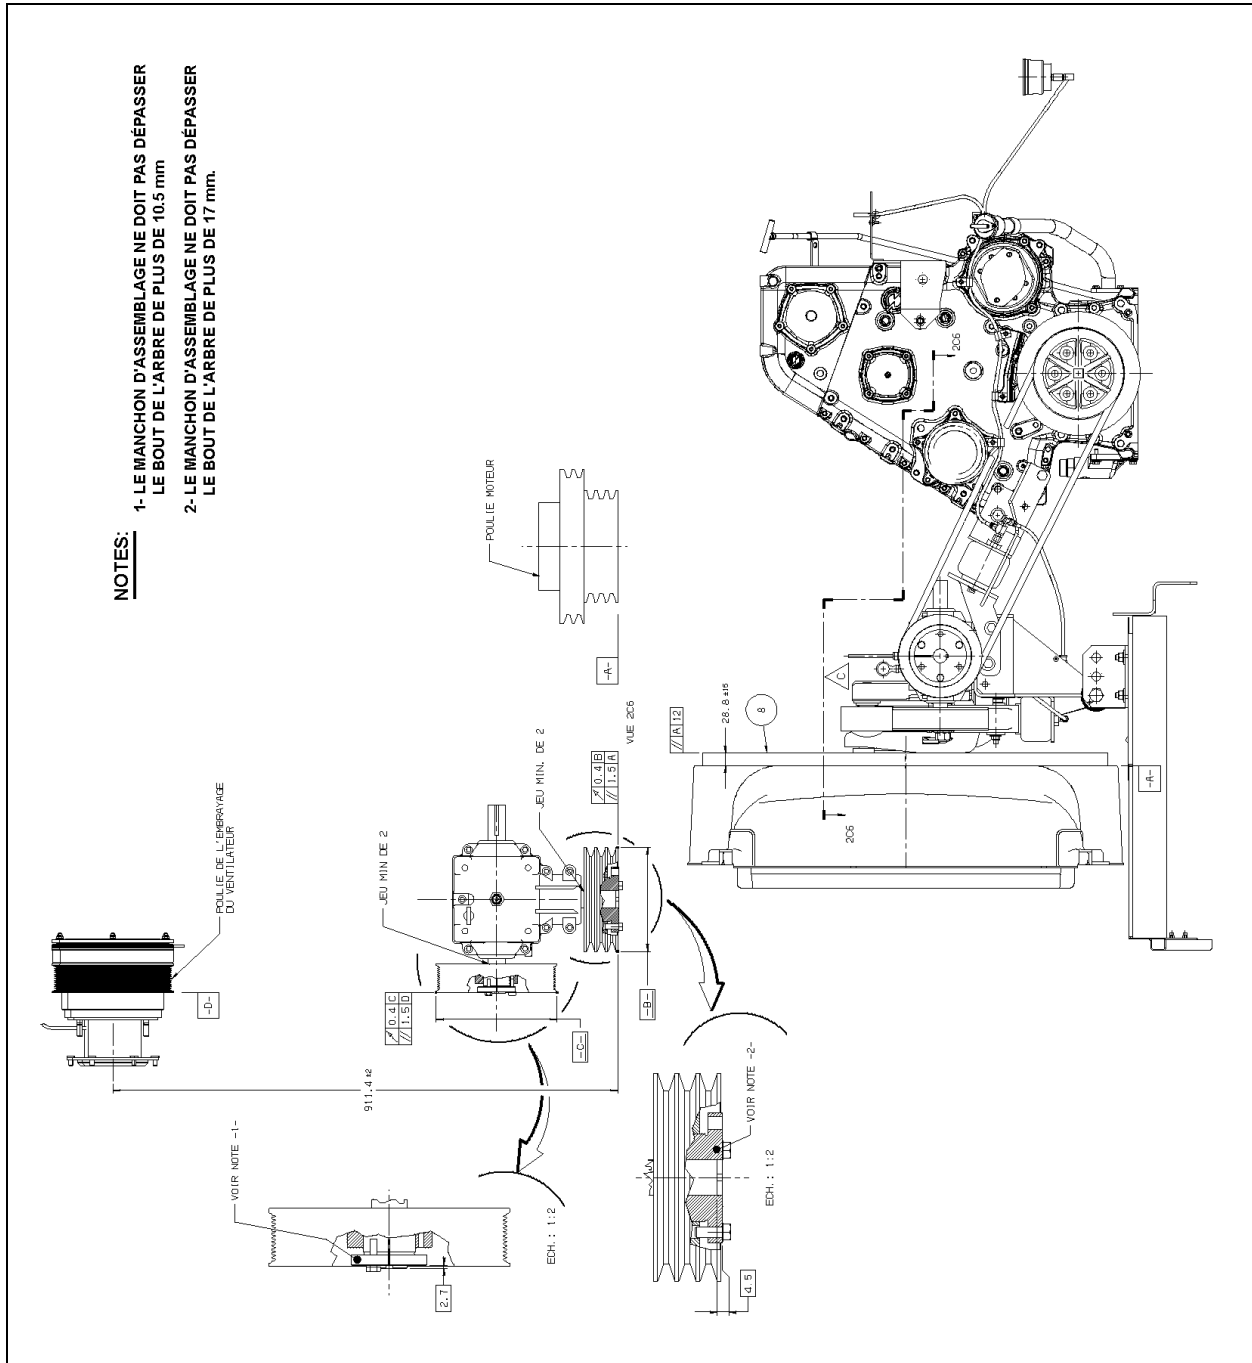

FIGURE 3
19. Installer la poulie (052584) sur la boîte d'engrenages. Fixer le manchon d'assemblage (550879) de la poulie sur la bride d'accouplement à l'aide de la clavette (550186) et des 3 vis 500177 fournies (ne pas utiliser les vis 1 3/8po incluses avec la manchon) en respectant les jeux indiqués à la figure 3.
26. Utiliser une règle pour aligner la poulie de l'embrayage du ventilateur avec la poulie de la boîte d'engrenages. Installer la courroie (5060071) sur les poulies du mécanisme d'entraînement, desserrer les boulons de fixation de la boîte d'engrenages afin de pivoter la boîte et aligner la courroie sur les poulies (Voir figure 3). Resserrer les boulons.